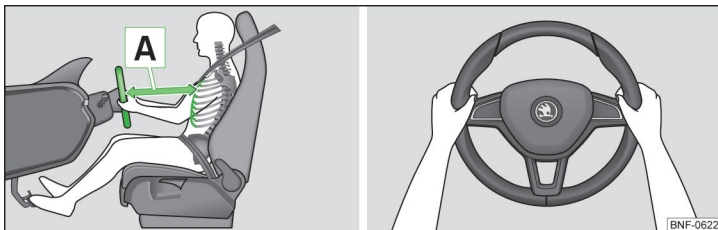

Fig. 1 Korrekt siddeposition for føreren / Sådan holder du korrekt på rattet.
- ✓ Indstil rattet, så afstanden **A** mellem rattet og førerens brystkasse er mindst 25 cm » Fig. 1.
- Under kørsel skal du have begge hænder på rattet. Tag fat om rattets sider på den yderste kant – i en position svarende til klokken 9 og 3 » Fig. 1. Hold aldrig på rattet i en position svarende til klokken 12 eller i en anden position (fx i midten af rattet og på den indvendige side af rattet). Hvis førerens frontairbag udløses, kan du som fører pådrage dig alvorlige kvæstelser på armene, hænderne og i hovedet.